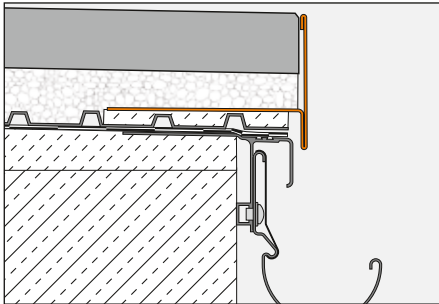

Fig. 1
Processamento para a colocação de elementos de placas auto-portantes sobre camada de brita com BARA-RT (Fig. 1)
3. Em caso de utilização do BARA-RT como sumidouro de brita (Fig.1) o enchimento de brita é removido de acordo com a espessura do revestimento abaixo do